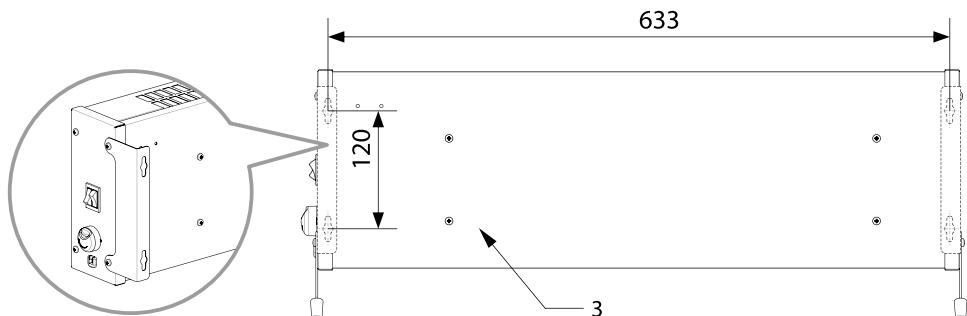

Рисунок 2. Размеры для разметки отверстий для настенного монтажа конвекторов 60-0122, 60-0123.
- 3. Задняя панель корпуса (см. рис. 2);
3. Для монтажа конвектора на стене (для моделей 60-0122, 60-0123) следует установить кронштейны на корпус конвектора (см. рис. 2);
4. На стене при помощи уровня и рулетки (линейки) следует разметить отверстия. Межцентровое расстояние посадочных отверстий указано на чертеже (см. рис. 2). **ВНИМАНИЕ!** Выбирая место монтажа, убедитесь, что в стене в размеченных точках отсутствует электрическая проводка, водопровод или иные коммуникации.